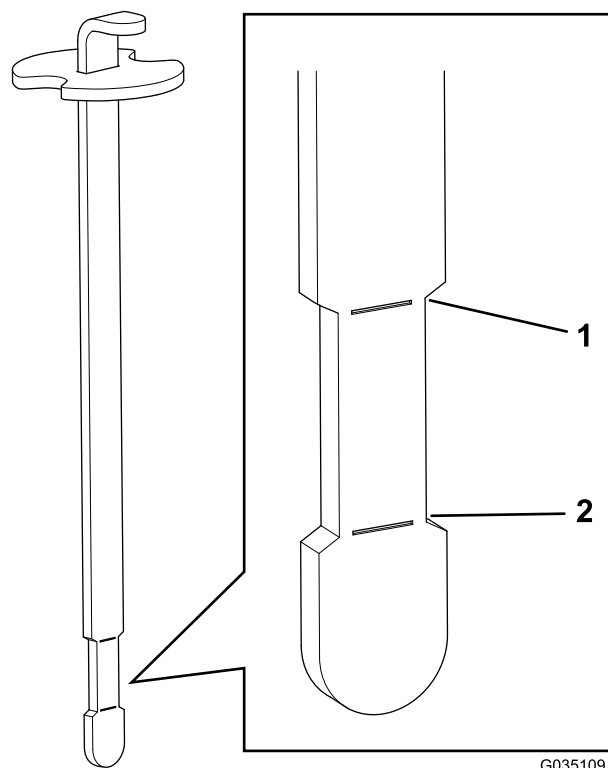

図 17
**注** 上下限マークの中間位置ディップスティックのくびれている所まであればよい 図 17。